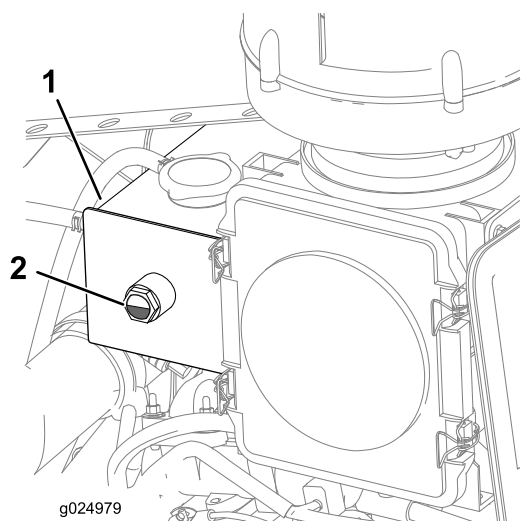

Figura 25
- Verifique o nível de líquido de arrefecimento no reservatório (Figura 25).
Nota: Garanta que o nível de líquido de arrefecimento esteja entre 1/4 e 3/4 do visor de nível (Figura 25).